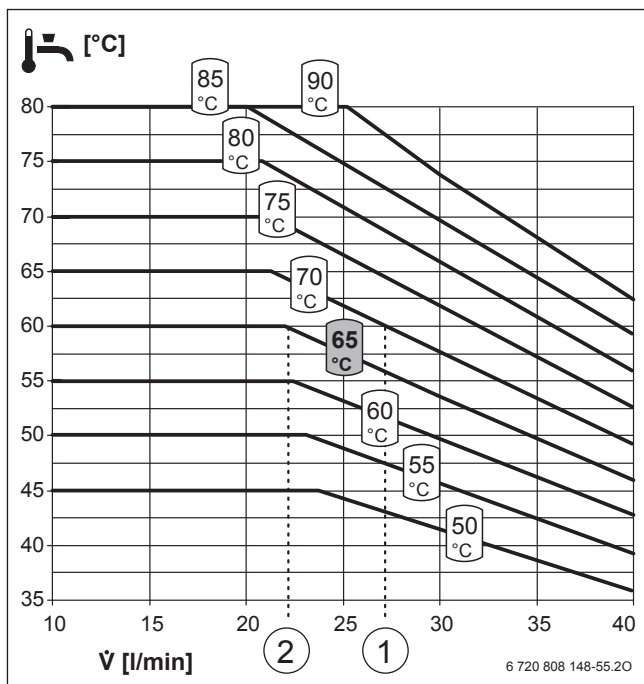
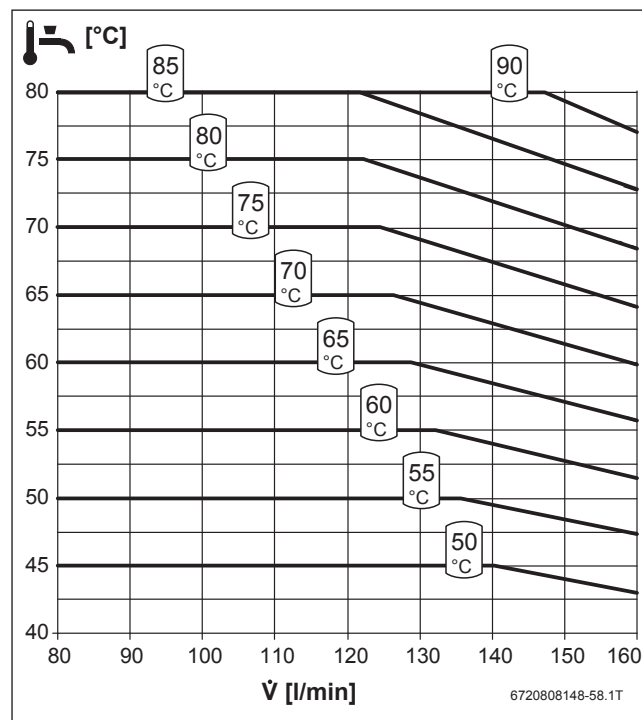

Bild 149 Temperaturverhalten FS27/3 (N)
Bild 154 Temperaturverhalten Kaskade FS160/3 (N)
**Beispiel 1:** Einzelstation FS27/3 (N): Um eine Warmwassertemperatur von 60 °C zu erreichen, ist bei einer Entnahme von 22 l/min eine Temperatur von 65 °C im Bereitschaftsteil erforderlich (→ Bild 149, [1]).
**Beispiel 2:** Einzelstation FS27/3 (N): Um eine Warmwassertemperatur von 60 °C zu erreichen, ist bei einer Entnahme von 27 l/min eine Temperatur von 70 °C im Bereitschaftsteil erforderlich (→ Bild 149, [2]).
**Legende zu Bild 149 ... Bild 154:**